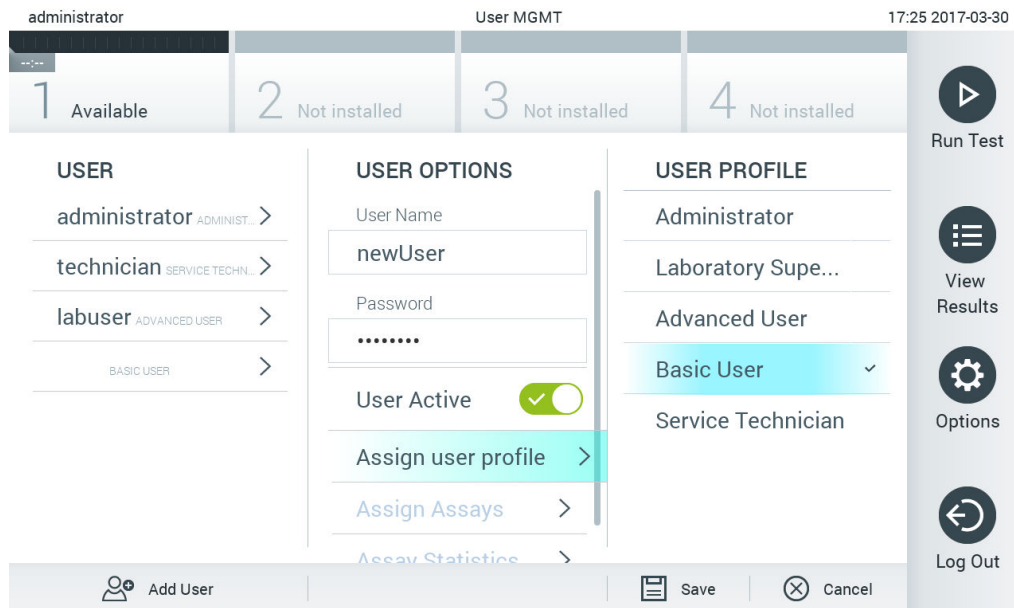

图 58. 为新用户分配用户配置文件。
4. 按 **Assign User Profile**（分配用户配置文件）并（从内容区域右侧列表）为新用户分配合适的用户配置文件（图 58）。